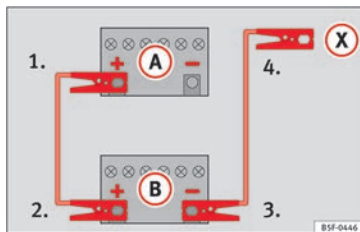

Fig. 163 Esquema de ligação para veículos sem sistema Start-Stop.
» » » **Fig. 163.**
4. **Em veículos sem sistema Start-Stop:** ligar uma extremidade do cabo **preto** de emergência ao polo negativo (-) do veículo que fornece a corrente **(B)** » » » **Fig. 163.**